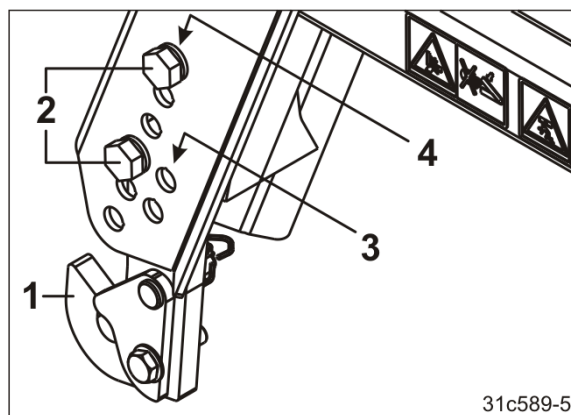

Bild 107
1. Fixera fästkrokarna (Bild 107/1) med vardera två skruvar (Bild 107/2) på lyftramen.
- Hålgrupp (Bild 107/3) för små valsdiametrar
- Hålgrupp (Bild 107/4) för stora valsdiametrar.